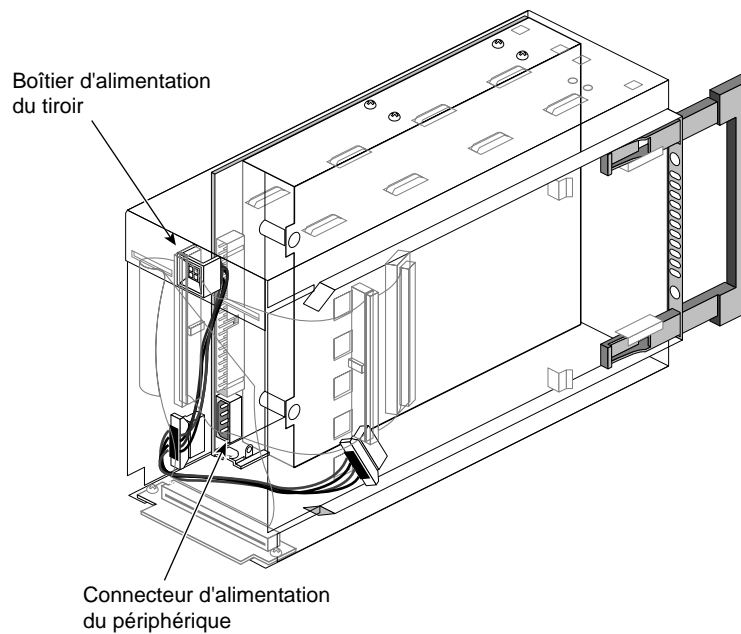

Figure 2-10 Raccordement d'un connecteur d'alimentation à un lecteur 5,25 pouces
4. Raccordez l'un des connecteurs d'alimentation à l'arrière du tiroir au lecteur. Choisissez le connecteur dont la position convient le mieux à la prise électrique murale du lecteur (voir Figure 2-10).